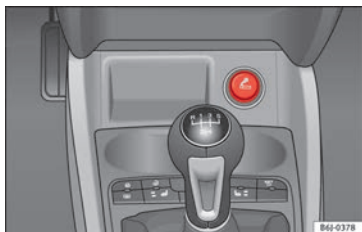

Fig. 113 Accendisigari.
- Premere il pulsante dell'accendisigari » fig. 113 per attivarlo » ⚠.